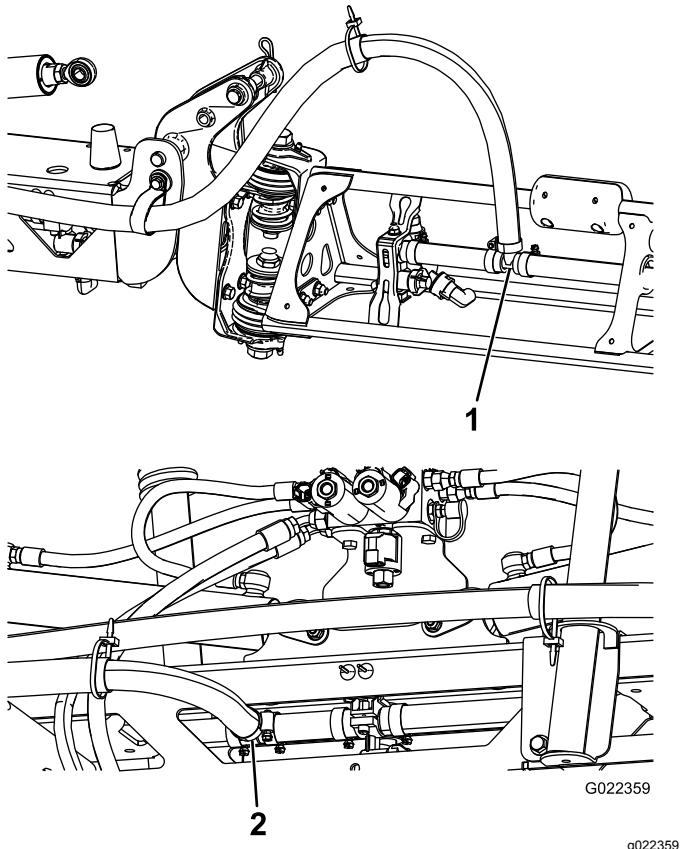

Figura 24
Nota: Usate un detergente liquido per ricoprire la resca portagomma dei raccordi a T su entrambi i bracci della barra (Figura 24).
- Usate un detergente liquido per ricoprire la resca portagomma della barra centrale dei raccordi tee (Figura 24).
- Infilate il flessibile della barra centrale come illustrato nella Figura 24.
- Collegate il flessibile di erogazione della barra centrale alla resca portagomma insaponata e fissatelo con una fascetta stringitubo (Figura 24).